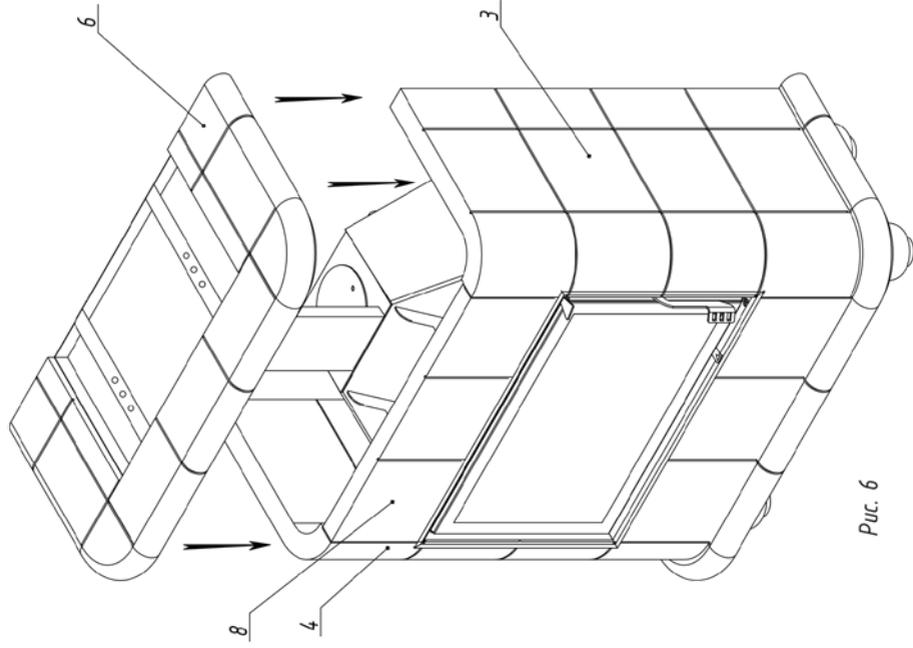

Рис. 6
7. Верхняя панель 5 крепится к кронштейнам 13 поочередно камеры 2 и основанием 1 с помощью саморезов 12 (Рис. 6)
8. Верхняя панель 6 устанавливается на верхнюю вставку 8 и боковые панели 3,4 (Рис. 6)